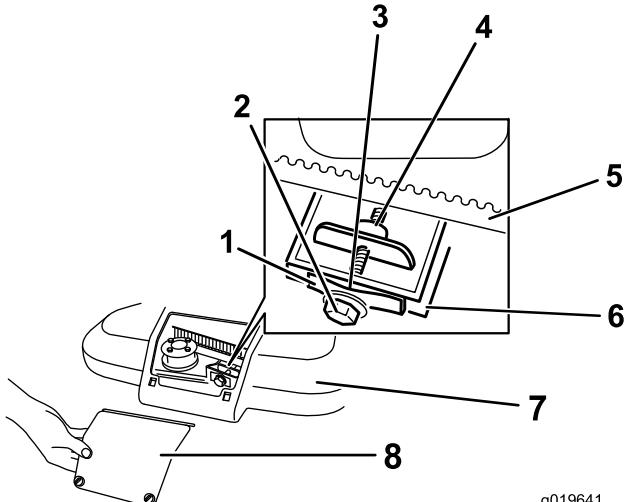

Bild 39
1. Lösen Sie die zwei Schrauben an der Riemenabdeckungsplatte und nehmen die Platte ab (Bild 39).
3. Halten Sie eine Fühlerlehre (0,255 mm), ein Papierstück oder einen Notizzettel gegen die Wand und schieben Sie nach unten hinter die Riemenspannungsfeder (Bild 39).
Hinweis: Wenn ein sichtbarer Abstand zwischen der Fühlerlehre und der Feder besteht, ziehen Sie die Einstellschraube und Mutter an, bis das Papier fast nicht mehr in den Abstand eingeschoben oder herausgezogen werden kann (Bild 39).